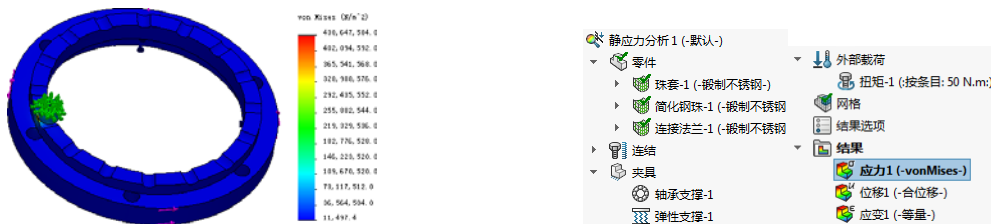

图 10-56 模型受力分析结果和算例树
STEP 9 右键单击算例树中的“算例 1”项，单击“运行”按钮，进行仿真分析，效果如图 10-56 左图所示（右图为此时的算例树效果）。